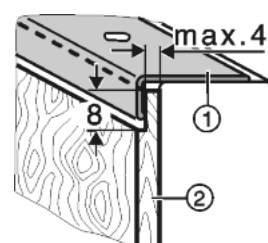

Fig. 38
- Dikkere decorplaten Fig. 38 (2) conform afbeelding dunner maken tot maximaal 4 mm dikte.